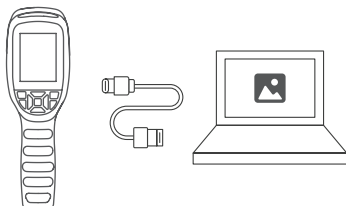

Figura 4.1.1
2. Conecte el TC004 SE a su computadora con el cable USB suministrado (ver Figura 4.1.1).